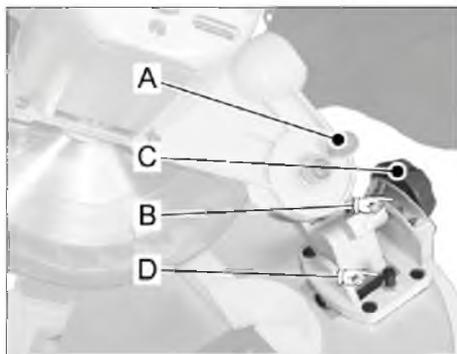

Рис. 9
- Фиксирующую ручку (С, Рис. 9) на задней части станка необходимо ослабить.
- Снимите защитный кожух пилы (В, Рис. 9), отвинтив два винта (А) сбоку.